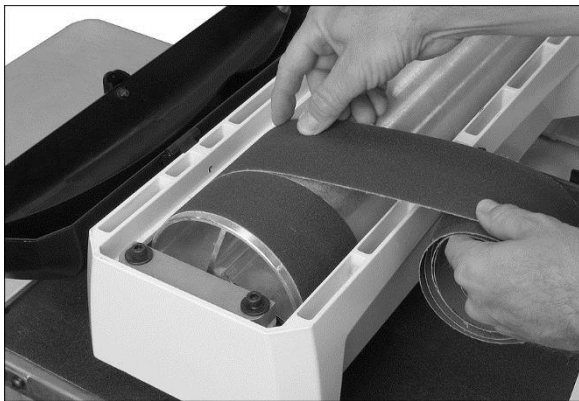

Figure 6-8
3. Continuez à enrouler l'abrasif en spirale en tournant le cylindre avec une main et en guidant la bande avec l'autre. Voir la Figure 6-8.